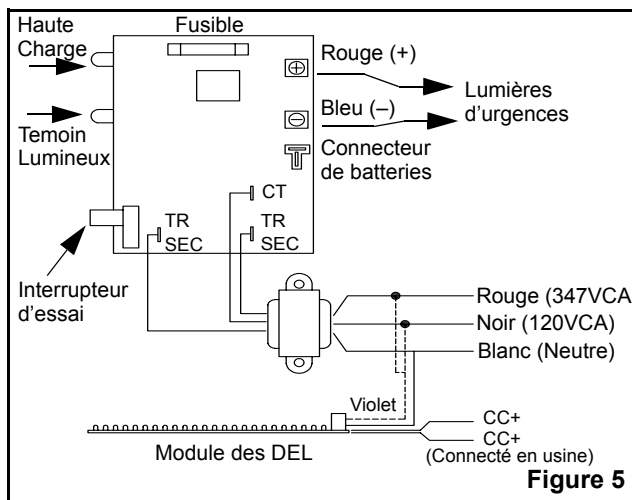

Figure 5
5. Effectuer les connexions nécessaires: l'unité accepte une tension de 120Vca ou 347Vca(voir fig.5). **Pour opération à 120Vca:** raccorder le fil violets et le fil noir au service de l'édifice (120V) et le blanc au neutre. **Pour opération à 347Vca:** raccorder le fil violet et le fil rouge au service de l'édifice (347V) et le blanc au neutre. Pousser les fils dans la boîte de jonction.